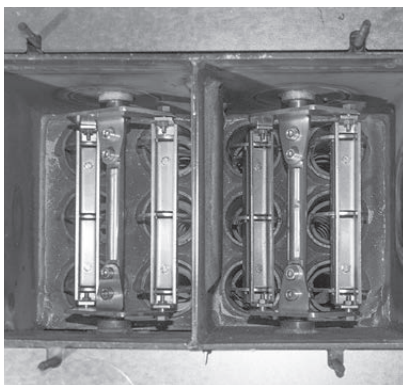

Fig. 70 Nachheizfläche oben reinigen
- ▶ Obere Teile der Nachheizfläche absaugen und mit Reinigungspinsel reinigen – Fig. 70.